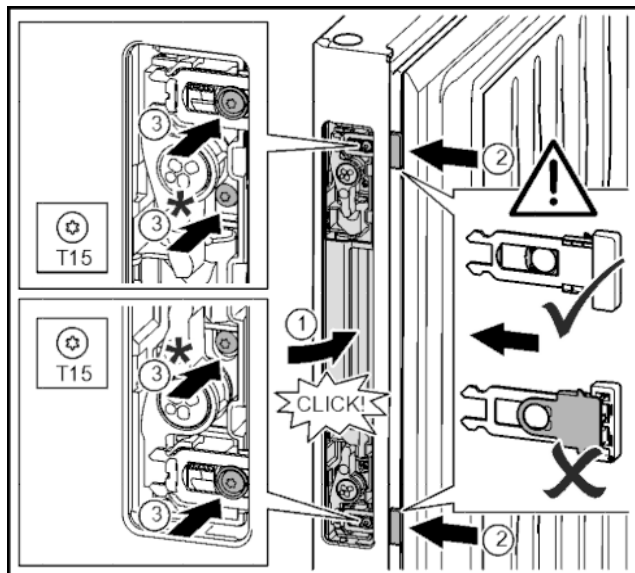

Fig. 34
- ▶ Вспомогательный механизм открывания двери вставить в отверстие с противоположной стороны и зафиксировать. Fig. 34 (1)
- ▶ По выемкам сдвинуть защелку механизма открывания двери до момента фиксации. Fig. 34 (2)
- ▶ Закрутить винты вместе с пластмассовыми выступами отверткой T15. Fig. 34 (3)